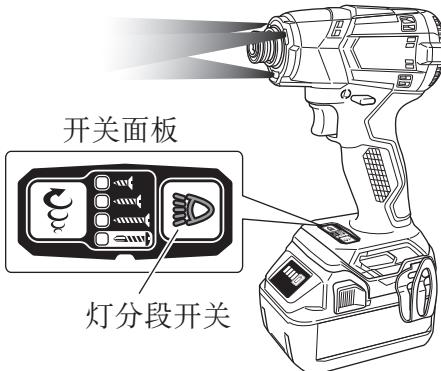

图12
- 按下开关面板上的灯分段开关, 可将LED灯的照明模式在“常亮” → “SW联锁” → “熄灭”之间切换。 (图12)